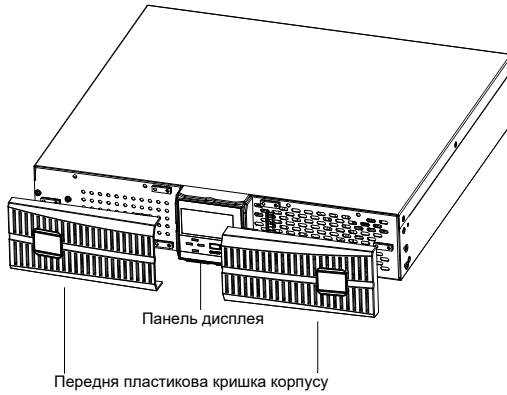

Рис. 2-2: Зняття передньої панелі
- а. Зніміть передні панелі, як показано на рис. 2-2